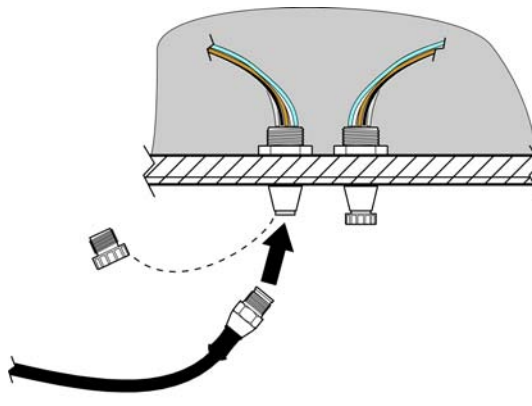

Abbildung 6 Schließen Sie den Sensor mit dem Schnellverschluss an den Controller an.
1. Schrauben Sie die Schutzkappe der Buchse am sc Controller ab (Abbildung 6). Bewahren Sie die Schutzkappe für den Fall auf, dass der Sensor abgenommen und die Steckverbinderöffnung verschlossen werden muss.